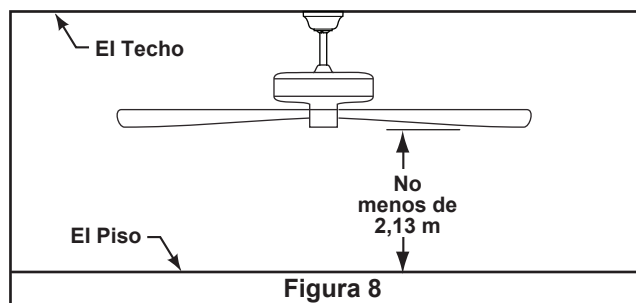

Figura 8
- ☐ 7. Instale los dos tornillos restantes extraídos en el paso 5 para asegurar la cubierta del techo al soporte colgante del techo. (Figura 8)
Debe colgar el ventilador a una distancia mínima de 2,13 m desde las aspas hasta el piso. (Figura. 8)